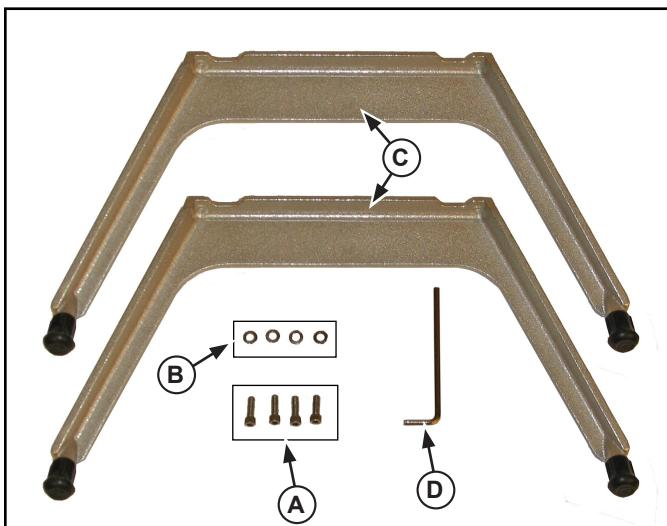

Figura 3. Patas, herrajes y herramienta para la unidad Lettuce King I.
1. Use los tornillos (A) y arandelas (B) para instalar las patas (C) y apretarlas con la llave (D). Consulte la Figura 3.